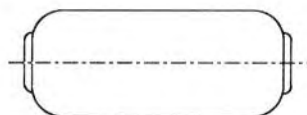

Fig. 4-5
- 3). Gently turn the guide rollers on both sides until the envelope becomes as shown in Fig. 4-5.
- 3). 両側のガイドローラーを少しずつ調整して、エンベロープを Fig. 4-5 のような形状にする。